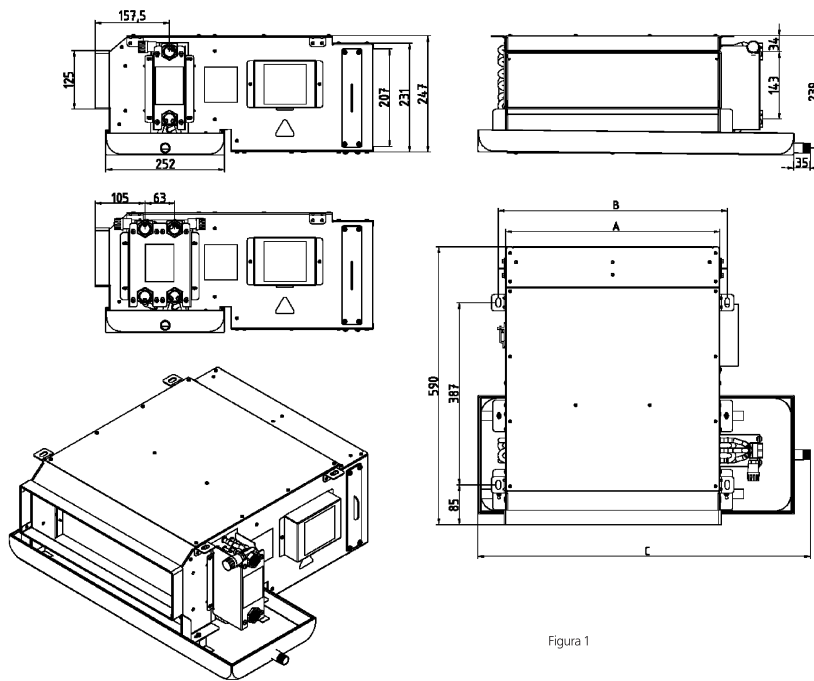

Figura 1
- 2 Proporcione un espacio adecuado para la instalación y el mantenimiento. Consulte el tamaño de la unidad, figura 1, y el diagrama de corrección.